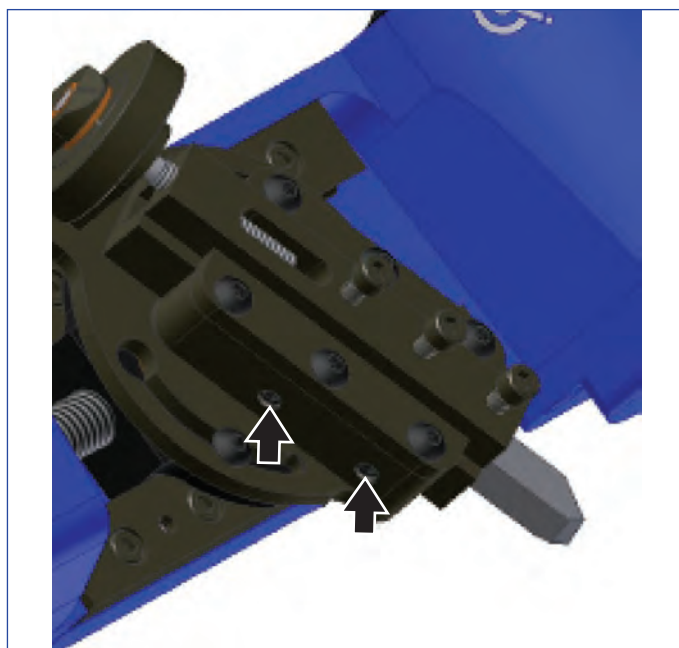

Figura 8
6. Retire cualquier desecho que pueda quedar en el bloque de la herramienta ajustando los tornillos de fijación de ajuste del bloque de la herramienta (véase la Figura 8). Apriete o afloje levemente los tornillos de ajuste hasta que el tornillo de ajuste de profundidad gire libremente y no sea difícil de girar.
Ajuste los tornillos de ajuste de punta de latón (véase la Figura 8).